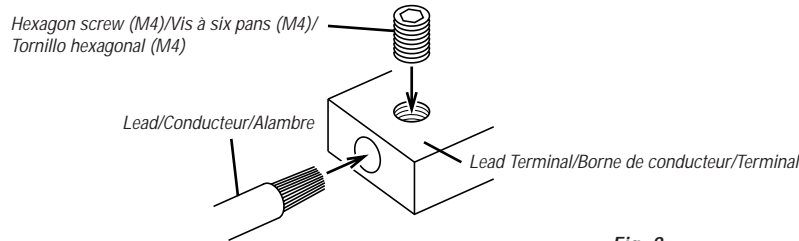

Fig. 8
3. Remove the screw attached to the terminal. Insert the exposed wire end into the lead terminal. Tighten the hex screw (M4) with the hex wrench (M4), to fix the lead. (Fig. 8)
3. Retirer la vis fixée à la borne. Insérer le bout du conducteur exposé dans la borne de conducteur. Serrer la vis à six pans (M4) à l'aide de la clé à vis à six pans (M4), pour fixer le conducteur. (Fig. 8)
3. Quite el tornillo fijado al terminal. Inserte el extremo desnudo del alambre en el terminal del conductor. Apriete el tornillo hexagonal (M4) con la llave hexagonal (M4) para fijar el alambre. (Fig. 8)